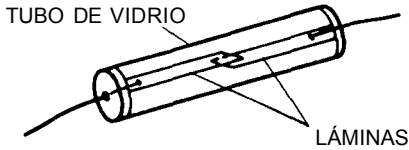

Fig. 14-10. Relevador de láminas magnéticas.
**Relevador de láminas magnéticas.** El arreglo de conmutación de un relevador de láminas magnéticas o interruptor de láminas está formado por unas láminas ferromagnéticas encerradas en un tubo de vidrio sellado (Fig. 14-10). En un arreglo completo de un relevador, el tubo se coloca próximo al campo magnético de una bobina. Cuando se activa la bobina, las láminas entran en contacto como un resultado de la atracción magnética. Este tipo de relevador es muy sensible, lo cual significa que puede operarse con una cantidad de corriente muy pequeña.